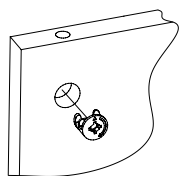

Рис.3
- Вставить головки минификсов в соответствующие плоскостные отверстия боковины 5, царги 8 (Рис.3).